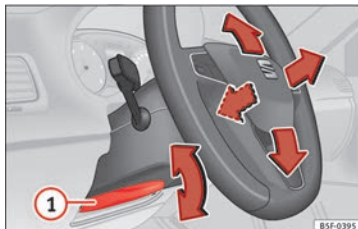

Fig. 19 Leva nella parte inferiore del lato sinistro del piantone dello sterzo.
- Regolazione della posizione del volante: tirare la leva » » » **fig. 19** ① verso il basso, muovere il volante verso la posizione desiderata e risollevare la leva fino al punto di chiusura.